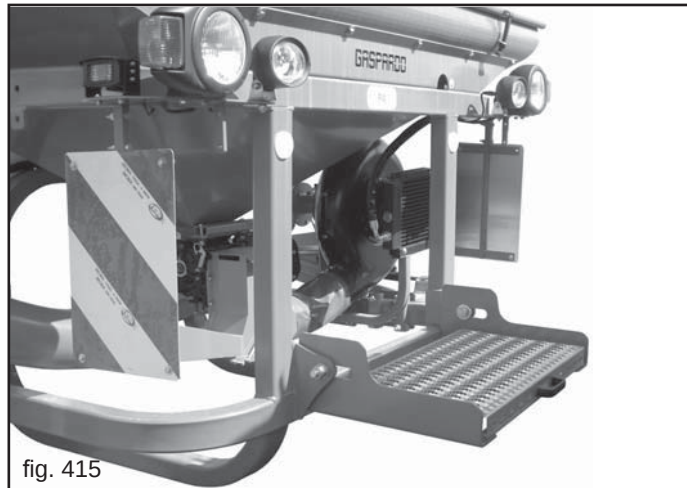

fig. 415
- 2) Renverser le marchepied d'inspection (Fig. 415).